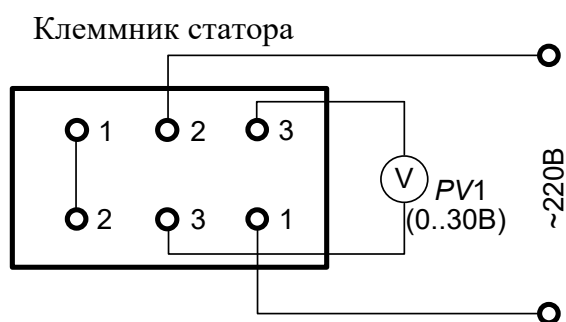

Рис. 4 – Схема включения.
- а) на зажимы одной из фазных катушек, например, 3 - 3 (рис. 4), включить вольтметр с необходимым пределом измерения (0...30 В);
- б) два любых зажима катушек первой фазы и второй фазы замкнуть между собой, например, два левых зажима 1 и 2 (рис. 4);